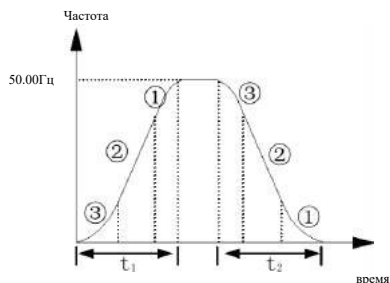

Рис. 7-2 Ускорение и замедление по S-кривой
1: Ускорение и замедление по S-кривой. Частота на выходе растет и уменьшается по S-кривой: см. рис.7-2.
Сегмент начала S-кривой показан на рис.7-2① уклон кривой выходной частоты медленно растет с нуля. Сегмент роста S-кривой показан на рис.7-2② уклон кривой выходной частоты постоянный.
Сегмент завершения S-кривой показан на рис.7-2③, уклон кривой выходной частоты медленно снижается до нуля.